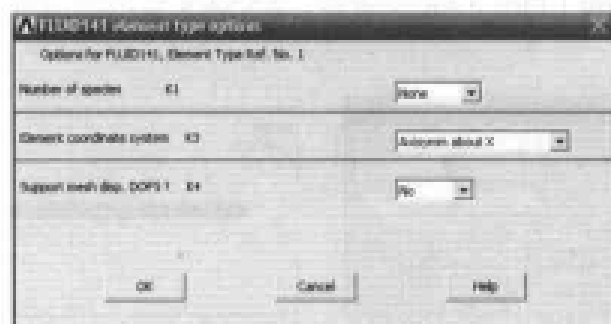

图 14-3 FLUID141 单元属性设置对话框
(3) 单击 OK 按钮，关闭 Library of Element Types 对话框。
(4) 单击 Element Types 对话框中的 Options 按钮，出现 FLUID 141 element type options 对话框，在 Element coordinate system K3 下拉列表框中选择 Axisymmetric about X 选项，其余选项均采用默认设置，如图 14-3 所示，单击 OK 按钮关闭该对话框。